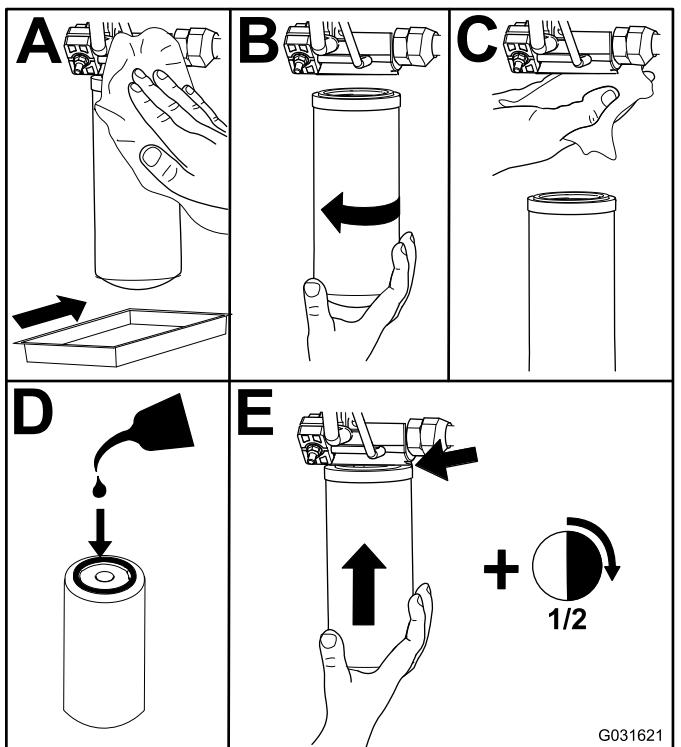

Figura 84
- Vyměňte plnicí filtr hydraulické kapaliny v prostoru hydraulického zdvihu, viz Figura 84.
- Vyměňte vratný filtr na pravé straně stroje (Figura 84).